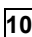

Рис.10. Вид экрана во время записывания в память:
- нажать клавишу **10** . На экране будет отображён номер употребляемого банка и номер актуальной ячейки (Рис.10). Ободок вокруг номера банка обозначает, что в нём минимум одна ячейка занята. Ободок вокруг номера ячейки обозначает, что занята ячейка.